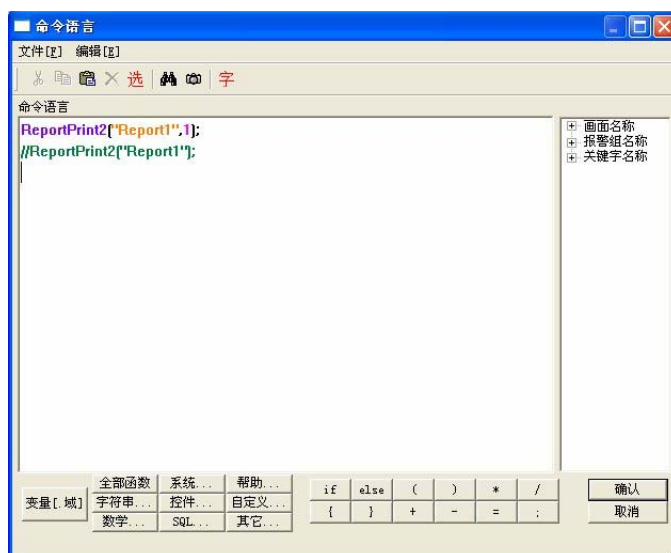

图 8-6
- 2、在按钮的弹起事件中输入如下命令语言，如图 8-6 所示：